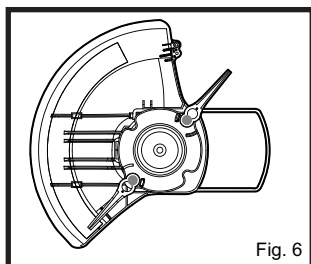

Fig. 6
1. Alinee el ojal más ancho en la TrimFast con el punto de pivote de acero y hale fuerte hasta que la cuchilla se asiente en su lugar. (Fig. 6 y 7)